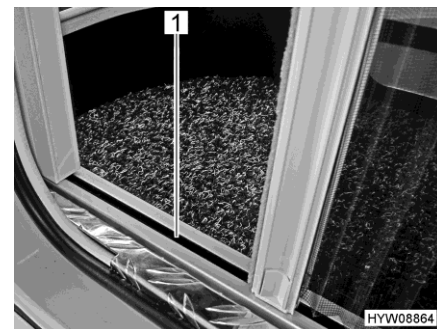

Fig. 38 Protezione contro gli insetti (guida inferiore)
- ▷ Durante l'apertura e la chiusura, afferrare la barra di presa con entrambe le mani. In questo modo è possibile limitare la possibilità che la protezione contro gli insetti si inceppi nelle guide (Fig. 38,1).